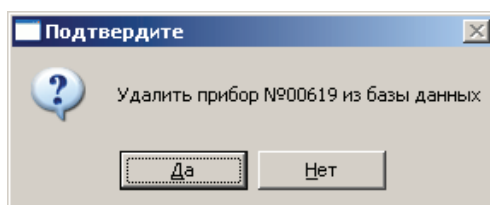

Рисунок 3.46
3.3.3.5 Строка **Удалить прибор из базы данных** служит для удаления из БД программы информации о приборе и его архивных данных и для вызова всплывающего окна с сообщением: «Удалить прибор с таким номером из базы данных? Да/Нет» (см. рисунок 3.46);